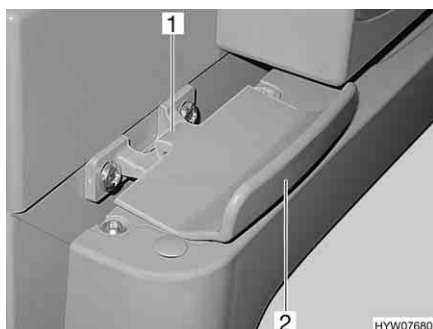

Fig. 201 Bloccaggio della porta del frigorifero, chiuso (Thetford)
- Aprire la porta del frigorifero tirando la maniglia (Fig. 201,2). Il bloccaggio (Fig. 201,1) si sblocca automaticamente.